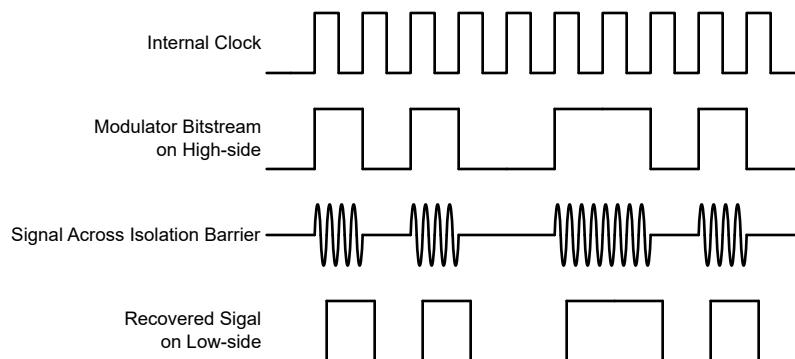

図 7-1. OOK ベースの変調方式
図 7-1 に示されているように、AMC0x00D-Q1 は、オン / オフ キーイング (OOK) 変調方式を使用して、変調器の出力ビットストリームを、 SiO_2 ベースの絶縁膜間で伝送します。送信ドライバ (TX) をに 機能ブロック図 示します。TX は、内部で生成された高周波キャリアを絶縁バリア越しに送信し、デジタル 1 を表現します。ただし、TX はデジタル 0 を表す信号を送信しません。AMC0x00D-Q1 で使用されるキャリアの公称周波数は 480MHz です。